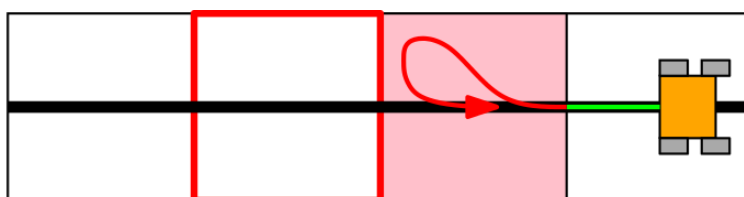

Рис. 12. Пример схода с линии с отсутствием прогресса.
- С.1.4. На рис. 12 приведена ситуация, аналогичная самой первой, с той лишь разницей, что робот вернулся на линию, двигаясь в противоположном направлении. Это приводит к отсутствию прогресса, т.к. робот теперь не сможет по линии попасть в опорную клетку, двигаясь в исходном направлении.